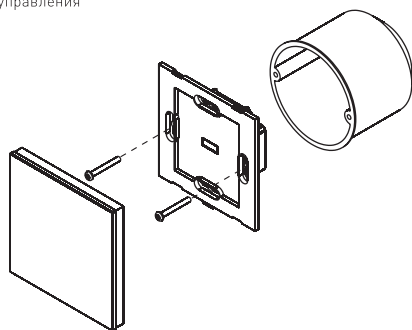

Рис.4. Установка панели управления в монтажную коробку.
- 3.8. Установите корпус панели в монтажную коробку и закрепите его при помощи двух винтов (Рис. 4).